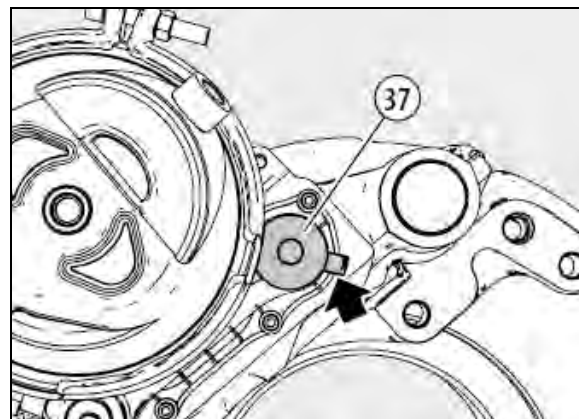

FIGURE 37: POSITIONNEMENT DE L'EMBOUT DU CAPUCHON
chon de la vis de réglage (37) doit être positionné comme représenté par la flèche sur le schéma ci-contre, afin de garantir l'accès en cas de démontage ultérieur (voir Figure 37).